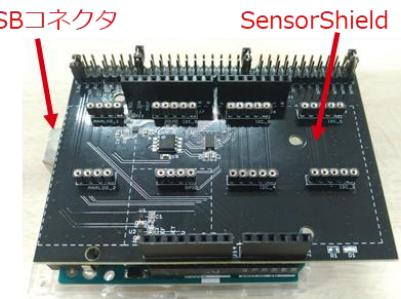

Figure 3. Arduino と SensorShield の接続
- ### 1. Arduino と SensorShield の接続 (Figure 3)